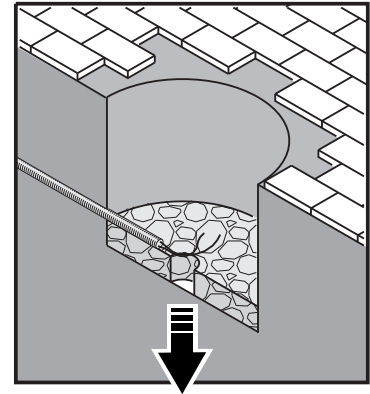

Bild 3: Drainage
- Siehe Bild 3. Der Bodentank muss absolut zuverlässig entwässert werden. Prüfen Sie unbedingt die Funktion der Drainage, bevor Sie das Gerät im Bodentank montieren. Regenwasser, Schmelzwasser, Flutwasser oder Wasser aus anderen Quellen muss *schneller oder mindestens so schnell* aus dem Bodentank abgeleitet werden, als es eindringen kann. Schäden, die durch längere Überflutung der Installation entstehen, sind von der Gewährleistung ausgeschlossen.
1. Siehe Bild 3. Prüfen Sie, dass die Drainage unter dem Bodentank Wasser schneller ableiten als es eindringen kann.